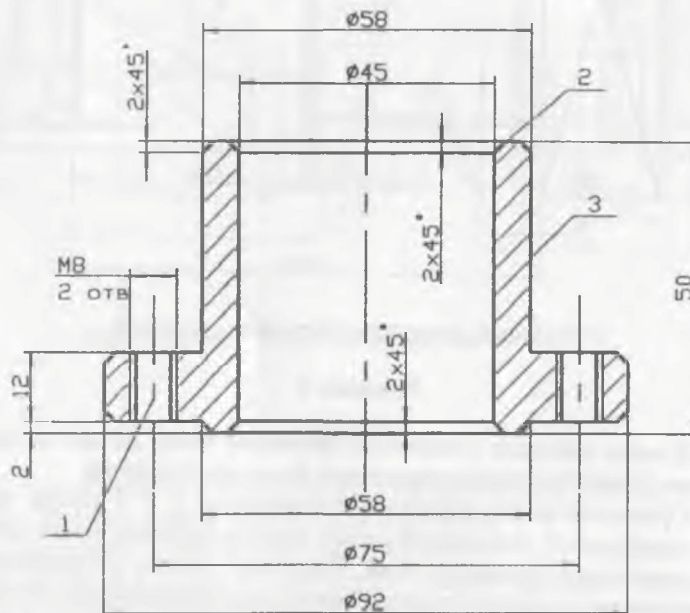

Рис. 7. Втулка. Материал – сталь 40
2. Приведите схемы обработки поверхностей 1, 2, 3 детали, чертеж которой дан на рис.7. Для каждой схемы укажите названия станка, инструмента и зажимных приспособлений. Приведите эскизы инструмента для обработки поверхности 1 и приспособления для закрепления заготовки при обработке поверхности 3.